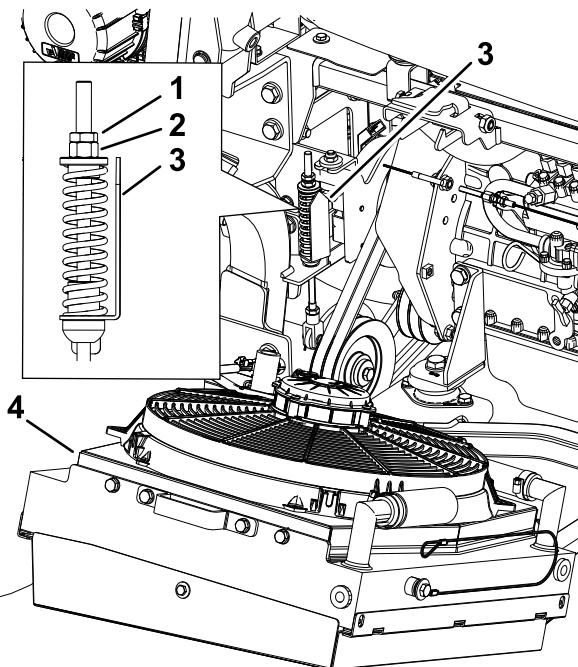

Figura 78
5. Si fuera necesario, gire la tuerca del tensor de la polea hasta que la flecha indicadora de tensión se alinee con la superficie exterior de la arandela (Figura 78).
8. Mueva la polea tensora hacia arriba y retire las correas de la máquina (Figura 78).
1. Alinee las correas de la toma de fuerza sobre las poleas (Figura 78).